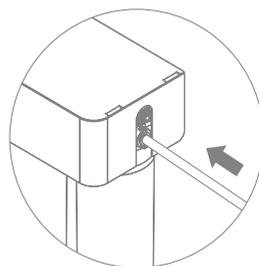

Рис. 15
3. Один конец синей трубки вставьте в гнездо фильтра «OUT» (рис. 15), другой подключите к фитингу из комплекта поставки (см. раздел «Присоединение трубок» (стр. 7)).